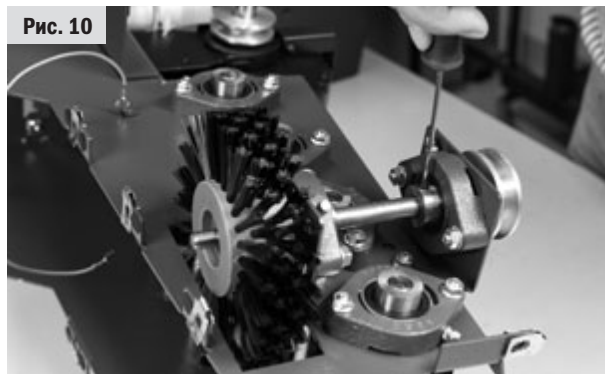

Рис. 11
7. Монтаж новых щёток должен быть проведён в обратном порядке. Тарельчатые щётки должны иметь зазор 1-2 мм по отношению к головкам винтов (рис. 11). Они должны быть снова зафиксированы на валу новыми самостопорящимися гайками М10.